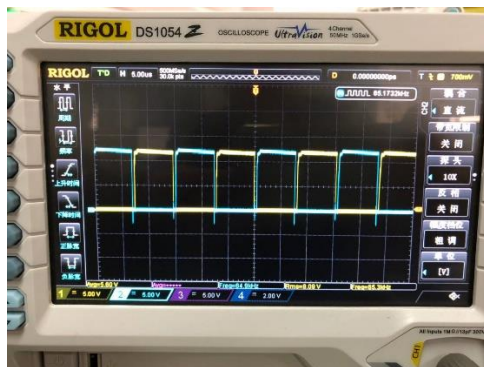

图 4-3. TEST 1、TEST2 输出测试波形
- 3) 用示波器接 TEST1，TEST2，观察 TEST1、TEST2 输出波形大约是 70KHz 左右，死区为 500ns 左右的 PWM 波形，如图 4-3 中的 CH1 和 CH2 波形。